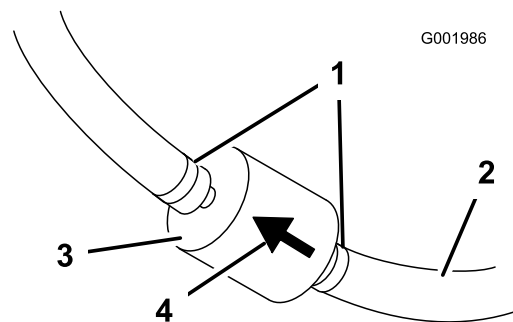

Figura 55
5. Premete le estremità delle fascette stringitubo ed allontanatele dal filtro (Figura 55).